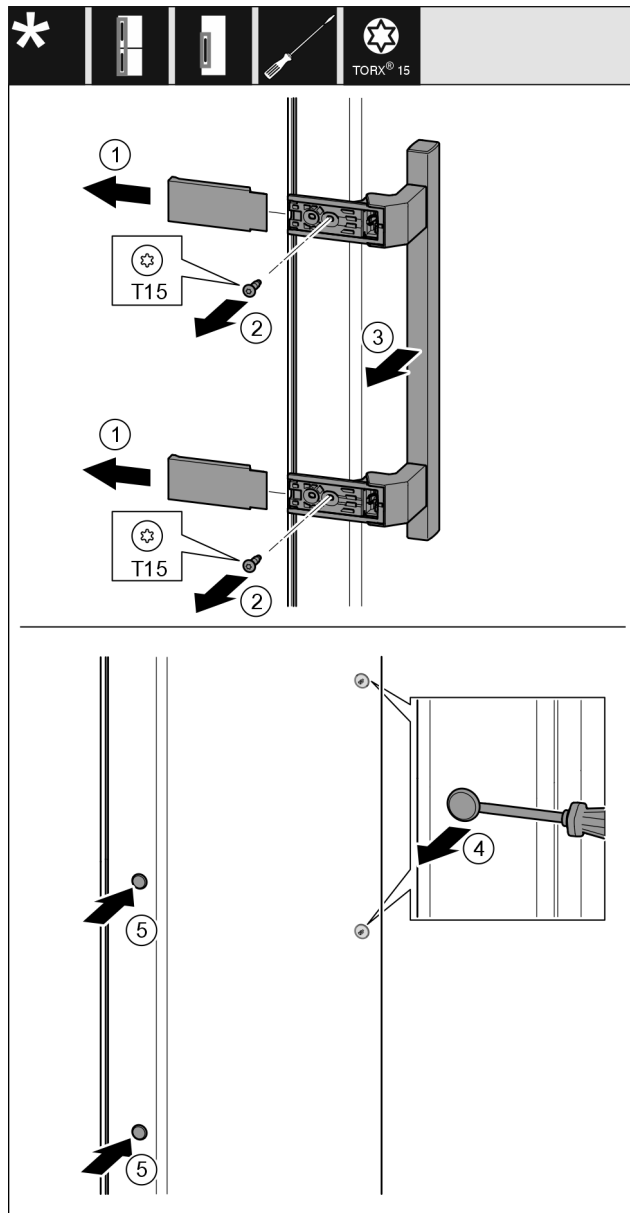

Fig. 32
- ▶ Húzza le a fedelet Fig. 32 (1).
- ▶ Tekerje ki a csavarokat Fig. 32 (2) csavarhúzóval.
- ▶ Vegye le a fogantyút Fig. 32 (3).
- ▶ Óvatosan emelje meg és húzza ki az oldalsó dugót Fig. 32 (4) lapos csavarhúzóval.
- ▶ Tegye vissza a dugót Fig. 32 (5) a másik oldalra.